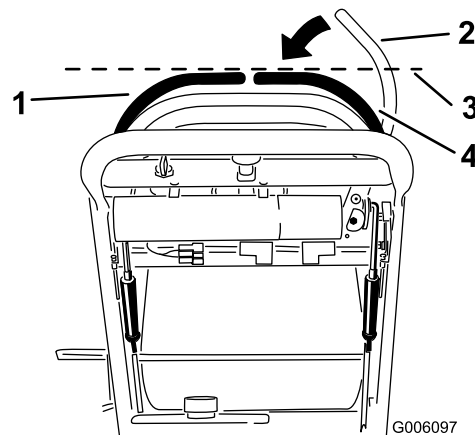

Figura 41
3. Spingete la leva destra di controllo del movimento verso il basso togliendola dalla posizione di blocco in folle (Figura 41).
4. Controllate che si allinei orizzontalmente con la leva sinistra di controllo del movimento (Figura 41).